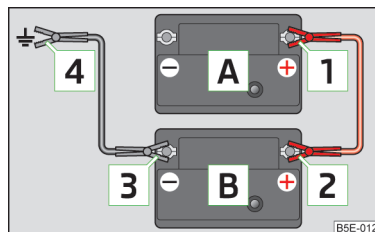

Fig. 134
- Prindeți clema **1** la polul plus al bateriei descărcate **A** » fig. 134.